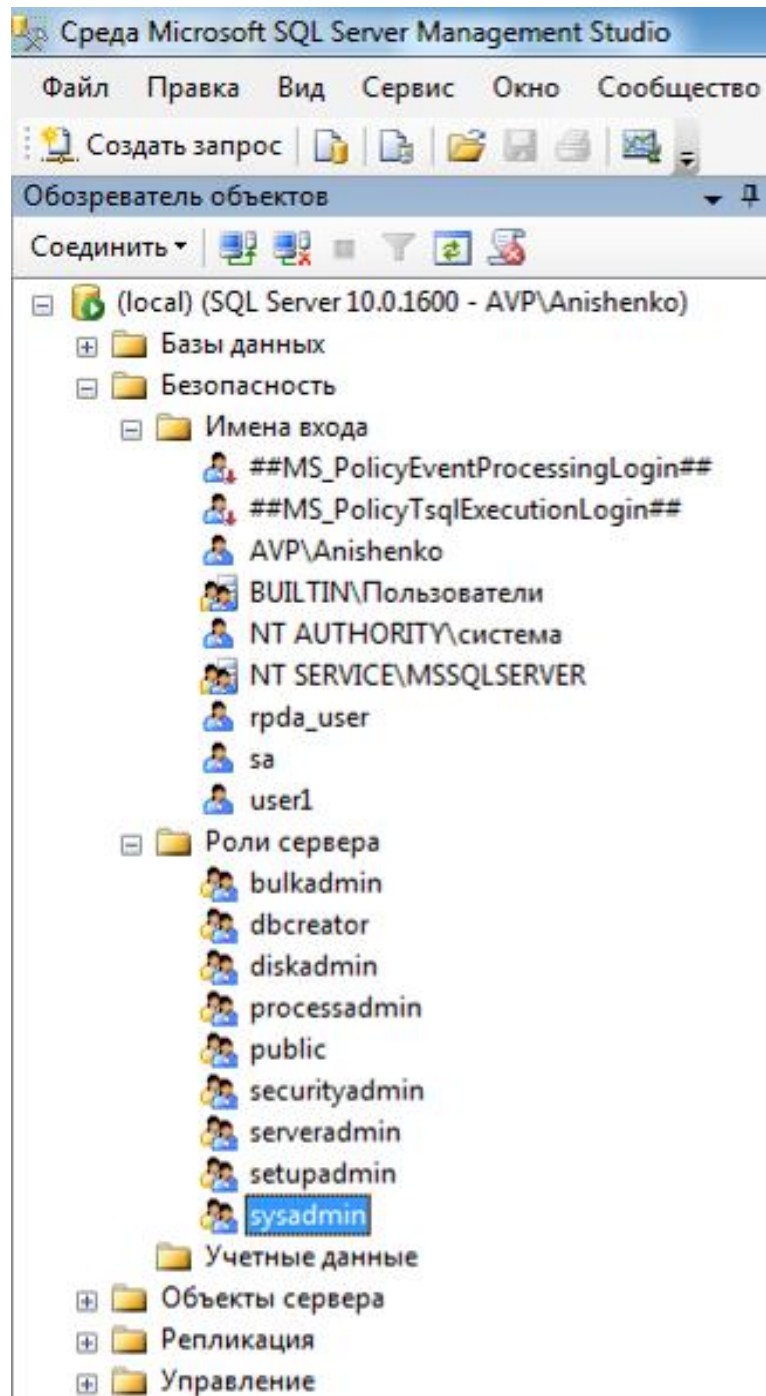

Рис.75 – Роли SQL Server
– системный администратор заводит пользователя с серверной ролью «**sysadmin**» (рис.75). Созданный пользователь должен отображаться в разделе «Безопасность»→«Имена входа». По умолчанию в SQL Server уже существует встроенная учетная запись с этой ролью – «sa» (рис.75).